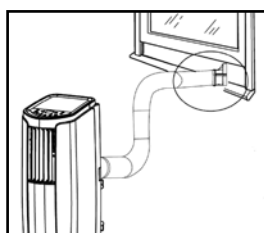
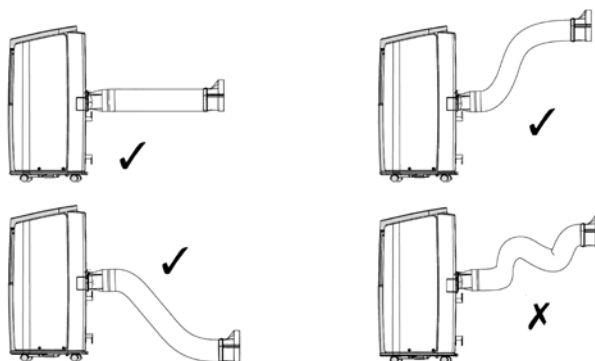

Figura 5
Figura 6
- 7** Pase el otro extremo de la tubería con el acople B/C hacia el exterior, por ejemplo por una ranura de la ventana (véase la figura 5). Procure que la posición de la tubería sea lo más recta posible (véase la figura 6).